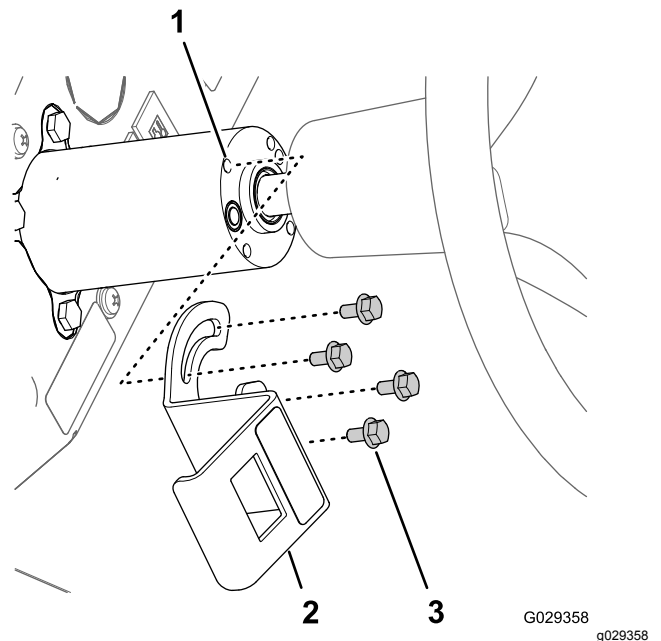

Bild 208
1. Fluchten Sie die Schlitz in der Befestigungshalterung für den Schaumsteuerschalter mit den vier Gewindeeinsätzen in der Lenksäule aus (Bild 208).
3. Fluchten Sie den 8-Buchsen-Stecker durch die Öffnung in der Halterung aus und schließen den Stecker an den Stiften (Bild 208) hinten am Schiebeschalter mit drei Stellungen (Schaumsteuerschalter) an.